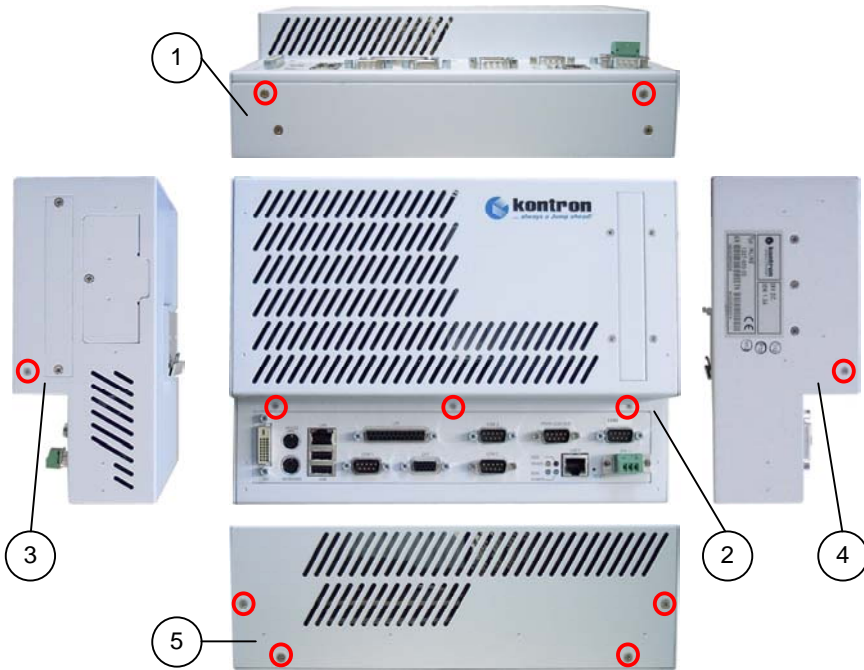

Abb. 11: Befestigungsschrauben für den Deckel des INLine-P3_e
2. Lösen Sie die mit einem Kreis (rot) gekennzeichneten Schrauben, die den Deckel Ihres Systems sichern (siehe *Abb. 11*):